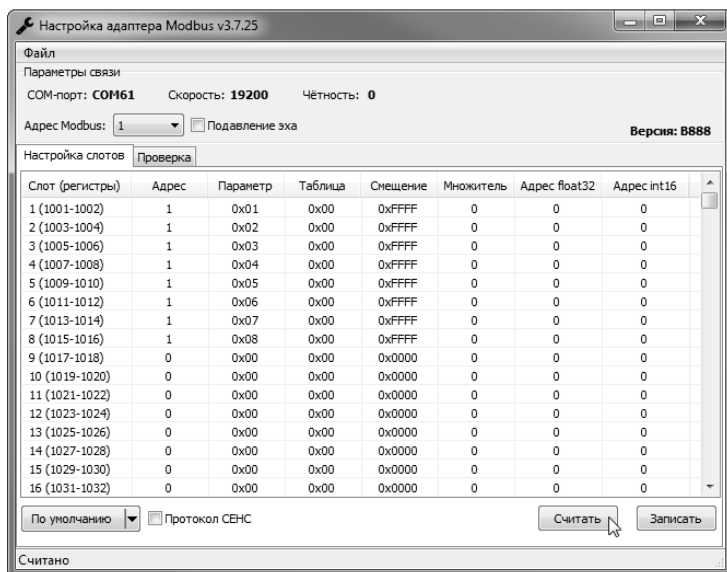

Рисунок 9 – Окно утилиты «Настройка адаптера Modbus»
3.5.5.4 Для проверки связи с адаптером нажать кнопку «Считать». При этом адаптер должен быть включен в режиме обмена по протоколу «Modbus RTU». После нажатия кнопки «Считать» программа считывает значения регистров адаптера. При этом будет выдано сообщение «Считано» в строке состояния программы (рисунок 9). Если значения регистров не считаны (адаптер не найден), то необходимо:
ки всех слотов опроса адаптера (рисунок 9). Запись в память адаптера считанных и измененных настроек всех слотов опроса производится с помощью кнопки «Записать».